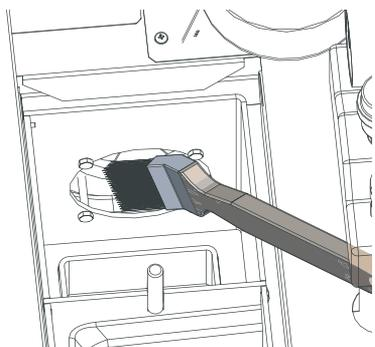

Fig. 52 Pulire e aspirare il ventilatore
- ▶ Pulire il ventilatore con un pennello – Fig. 52.